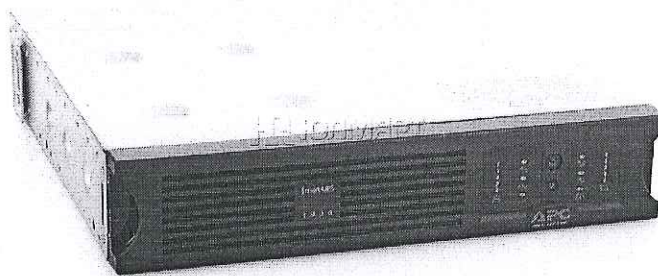

Рисунок 1 - Источник бесперебойного питания
4.3.3 Питание составных частей КСО осуществляется через источник бесперебойного питания (см. рисунок 1), работающего от однофазной дублированной линии сети переменного тока с номинальным напряжением 220 В (фаза-ноль) и частотой 50 Гц. Источник бесперебойного питания содержит аккумуляторную батарею и обеспечивает работу КСО в течение не менее 5 мин при пропадании сетевого напряжения. Подзарядка аккумуляторной батареи в процессе эксплуатации происходит автоматически. Аккумуляторная батарея источника бесперебойного питания, находящегося на хранении, должна подвергаться подзарядке не реже одного раза в 6 месяцев. Подзарядку аккумуляторной батареи производить по методике, изложенной в разделе 9 “Техническое обслуживание”.